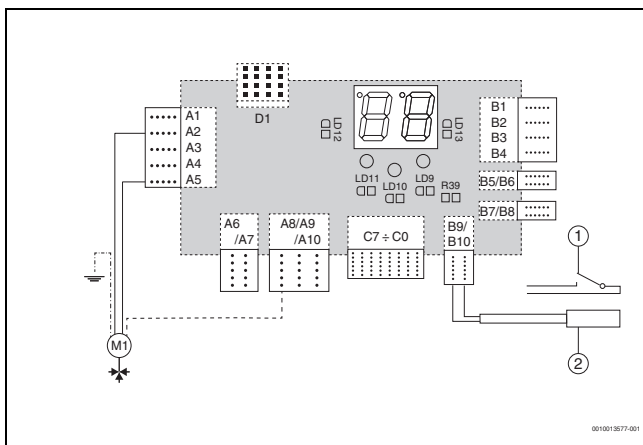

Bild 1 Anschluss des 3-Wege-Ventils für die Funktion der Steuerung des Warmwassers oder der Ersatzquelle
- ▶ Kabel des Stellglieds an die Elektronik des Heizkessels entsprechend Schaltplan anschließen (→ Abb. 1). Die verbleibenden Adern isolieren (es handelt sich um interne Kontakte des Stellglieds).
- ▶ Fühler an den Klemmen B9-B10 der Elektronik entsprechend dem Schaltplan anschließen (→ Abb. 1). An den Klemmen und den Fühlerkabeln muss keine Polarität eingehalten werden.